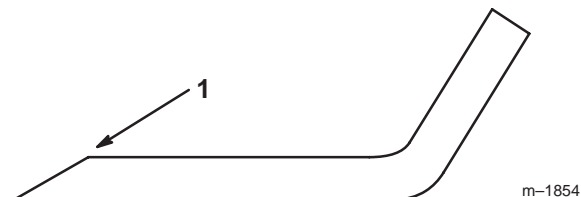

Figure 30
1. Au moyen d'une lime, aiguisiez les tranchants aux deux extrémités de la lame (Fig. 30) en veillant à conserver l'angle de coupe d'origine. Limez la même quantité de métal sur chacun des deux tranchants pour ne pas déséquilibrer la lame.